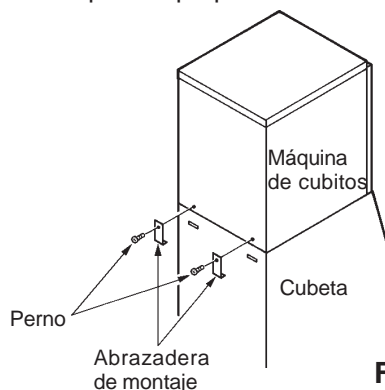

Fig. 3
- 4) Asegure la máquina de cubitos en la Cubeta de Almacén, utilizando las dos abrazaderas de montaje y los dos pernos proporcionados. Ver Fig. 3.